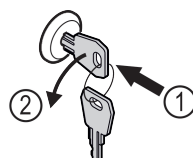

Fig. 176
- Insérer la clé. Fig. 176 (1)
- Tourner la clé à 90° dans le sens antihoraire. Fig. 176 (2)